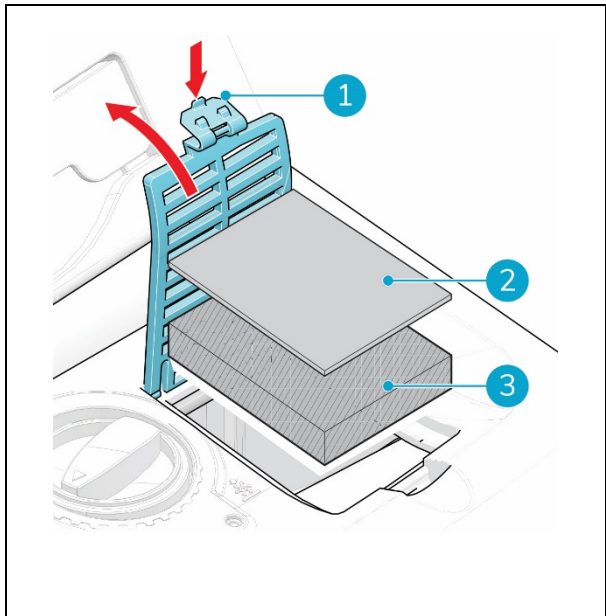

Figura 23
1. Abre la tapa (Figura 23, pos. 1).
2. Retira el algodón de la salida de aire de fieltro usado (Figura 23, pos. 2).
3. Retira la salida de aire de fieltro usada (Figura 23, pos. 3).